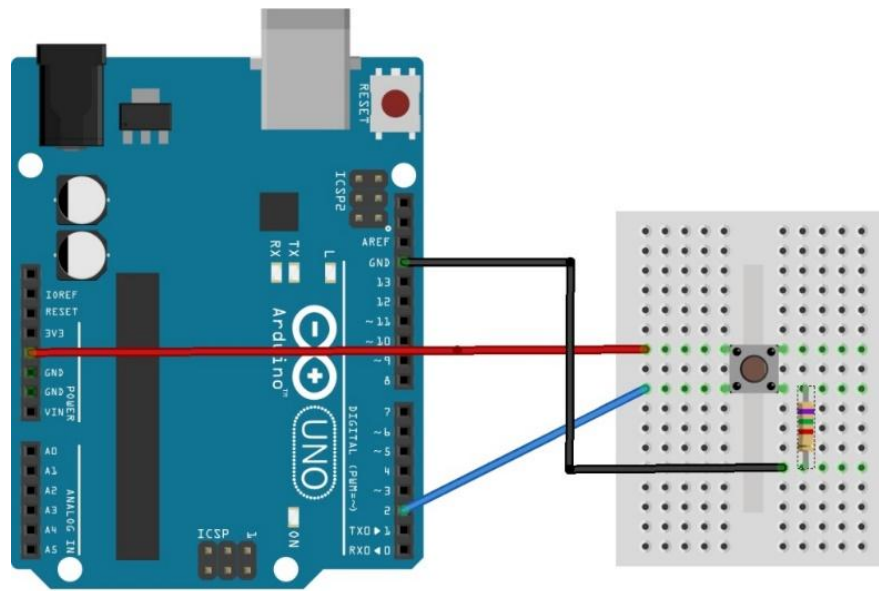

Рисунок 1.3 - Підключення кнопки до Arduino Uno
3. Ознайомитись зі схемою підключення механічної кнопки (рис. 1.3.). Зібрати її на макетній платі. Використати підтягуючий резистор на 7,5 кОм.